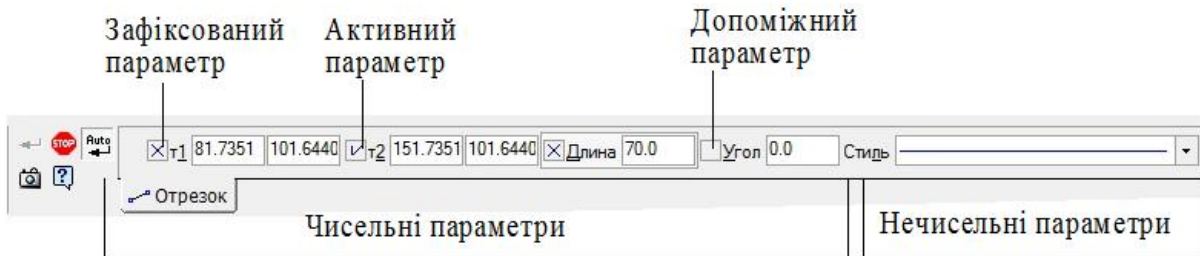

Рис. 35
Щоб створити об'єкт необхідно задати його параметри. Параметри об'єктів розділяють на чисельні (координати точок, довжина, кут, діаметр, радіус та ін.) та нечисельні (нанесення осьових ліній, стиль ліній, характер побудови багатокутника)(рис. 35).
2. Вводять значення кожного параметру в відповідному полі *Панели свойств*. Для цього необхідно активізувати поле, тобто клацнути лівою клавшею миші в полі параметра, і ввести число (рис. 35).
Якщо параметр *зафіксовано*, то на кнопці з'являється зображення перехрестя (рис. 35). Значення параметру лишається постійним при переміщенні курсору.
Якщо параметр *активний*, то на кнопці з'являється зображення «галочки» (рис. 35). Це значить, що система очікує вводу значення параметра. Активними параметрами можуть бути тільки координати точок.
При переміщенні курсору фантом змінює своє положення. Після того, як вибрано місце розташування відрізка, потрібно клацнути лівою клавішею миші, щоб зафіксувати його фантом. При виконанні цієї дії необхідно, щоб на *Панелі свойств* була нажата кнопка *Автоматическое создание объекта*  (рис. 35). Якщо ця кнопка нажата, то всі об'єкти створюються (фіксуються) відразу після вводу всіх параметрів. Але в деяких випадках (наприклад, при побудові допоміжних паралельних прямих) необхідно нажимати кнопку *Создать объект*  (рис. 35), щоб зафіксувати об'єкт.
2. Нажати кнопку **Запомнить состояние**  на *Панели свойств* (рис. 35), тобто активізувати команду.
1. Натиснути кнопку **Прервать команду**  на *Панелі свойств* (рис. 35).